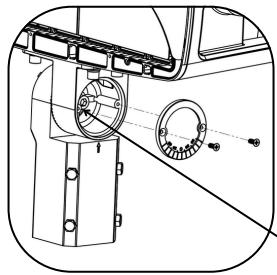

Fig. 6
4. Si le luminaire n'a pas l'orientation verticale désirée, retirer les deux vis du couvercle d'orientation (voir la figure 6).